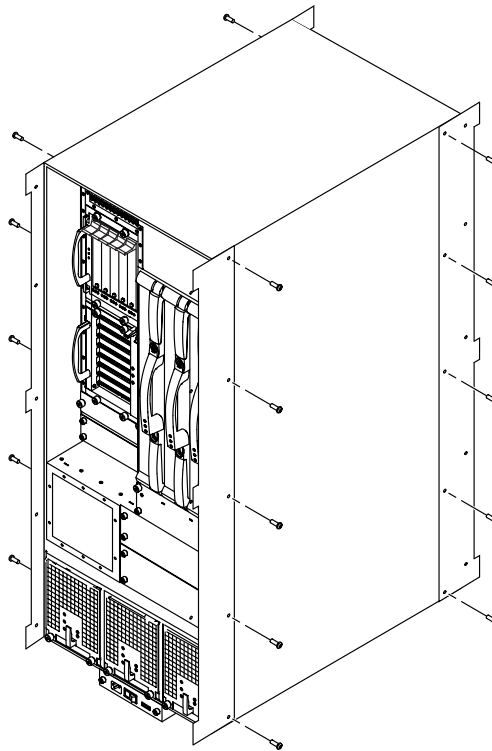

FIGURE 1-1 Montage des supports de fixation dans le système Sun Fire 4810
- FIGURE 1-1 Montage des supports de fixation dans le système Sun Fire 4810 1-2
Les supports de fixation du système étant identiques, ils peuvent être montés indifféremment de chaque côté du système Sun Fire 4810 (FIGURE 1-1).